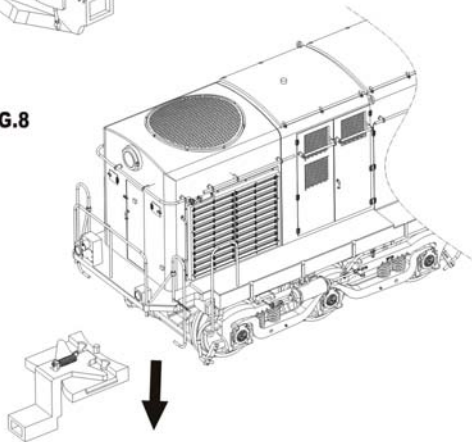

FIG.9
- 5- Colocar el nuevo faldón y coloque las barandillas de la escalera. (Fig.9)